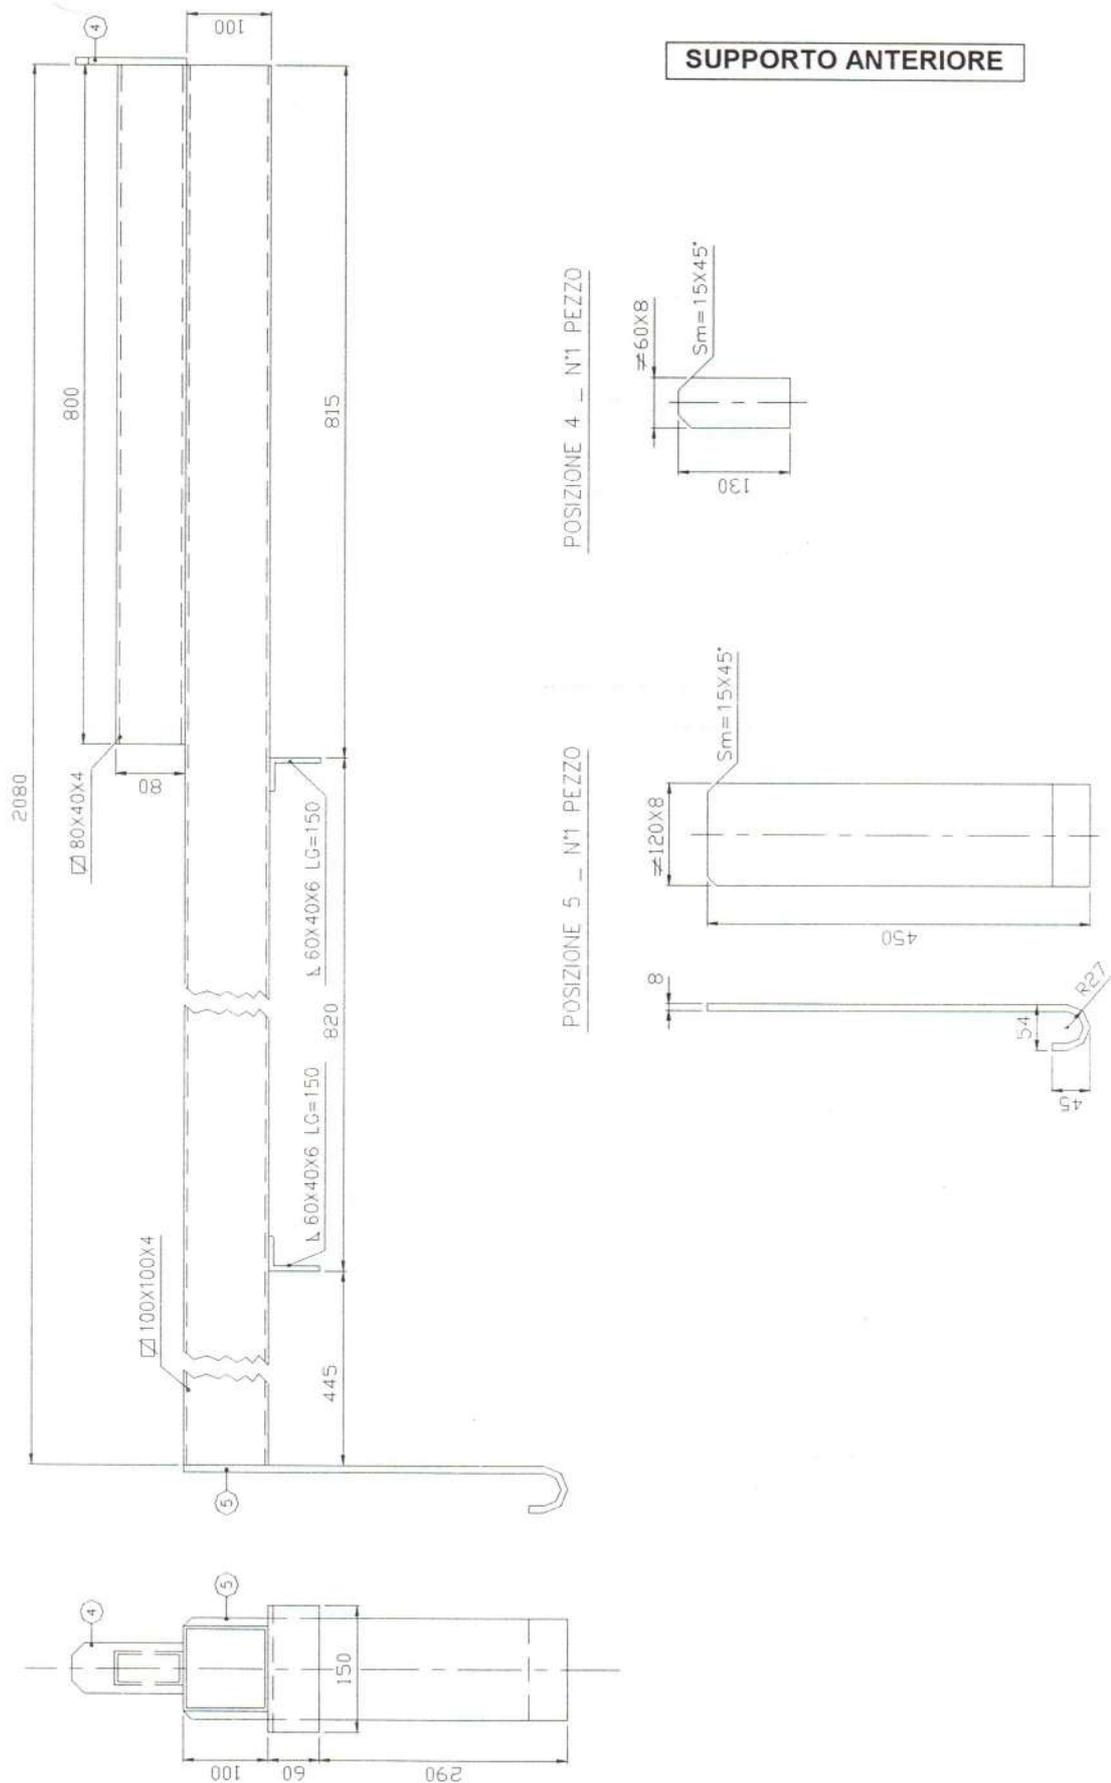

Figura 2
- Se l'altezza del piano di appoggio del semirimorchio è uguale od inferiore a 0,7 m e non si è in possesso di autorizzazione di circolazione per fuori sagoma, gli elementi del braccio, una volta smontati, possono essere agganciati alla torre della gru mediante specifici supporti. Vedi disegno costruttivo **Figura 1, Figura 2 pag. 2/3, 2/4.**